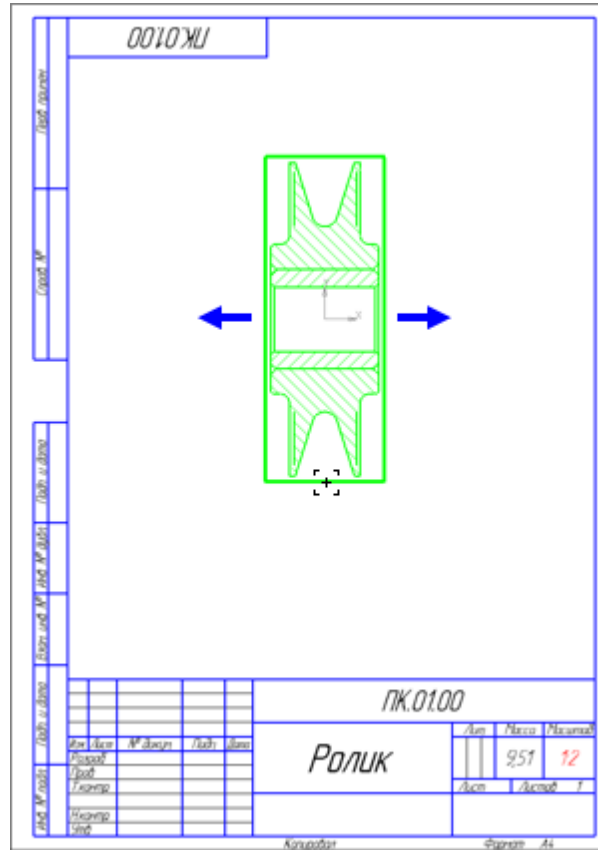

Рисунок 8
- Установите курсор на пунктирную рамку вида, нажмите левую клавишу мыши и, не отпуская ее, попробуйте передвигать вид. Он может перемещаться только в горизонтальном направлении (рис.8).